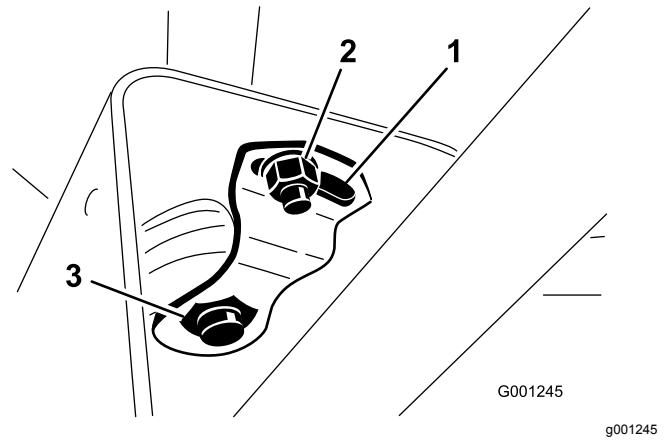

Bild 27
3. Lösen Sie die kleine Mutter und drehen Sie die Schwenkhalterung, bis die große Mutter unten angezogen ist (Bild 27).
2. Schieben Sie die Abdeckung auf der Lenkwelle nach oben, um die Schwenkhalterung freizulegen (Bild 27).